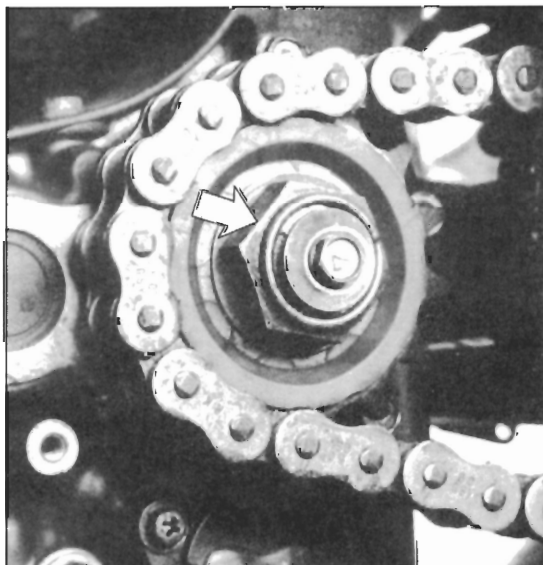

Bild 150
- Ritzelmutter lösen (gegebenenfalls Hinterrad mit Bremse blockieren) und Ritzel mit Kette von Welle abziehen (Bild 150).